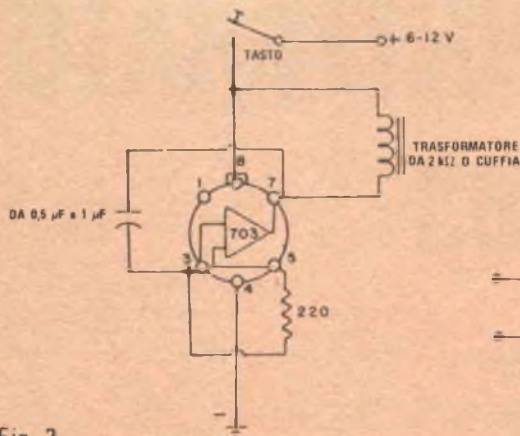

Fig. 3
**3) Oscillofono** - L'oscillofono, il cui circuito è riportato nella fig. 3, è un altro progetto che richiede un numero minimo di componenti. In uscita si può collegare un trasformatore per azionare un piccolo altoparlante, oppure direttamente una cuffia. La frequenza della nota è determinata dal valore del condensatore di reazione. Per ottenere un oscillatore con frequenza ululata, si usino due condensatori di valori differenti, da inserire o da escludere per mezzo di un commutatore. Per una sirena elettronica, si colleghi un resistore da 4.700  $\Omega$  - 10.000  $\Omega$  tra il piedino 8 del 703 ed il tasto ed un condensatore da 100  $\mu$ F - 200  $\mu$ F tra i piedini 7 e 4.